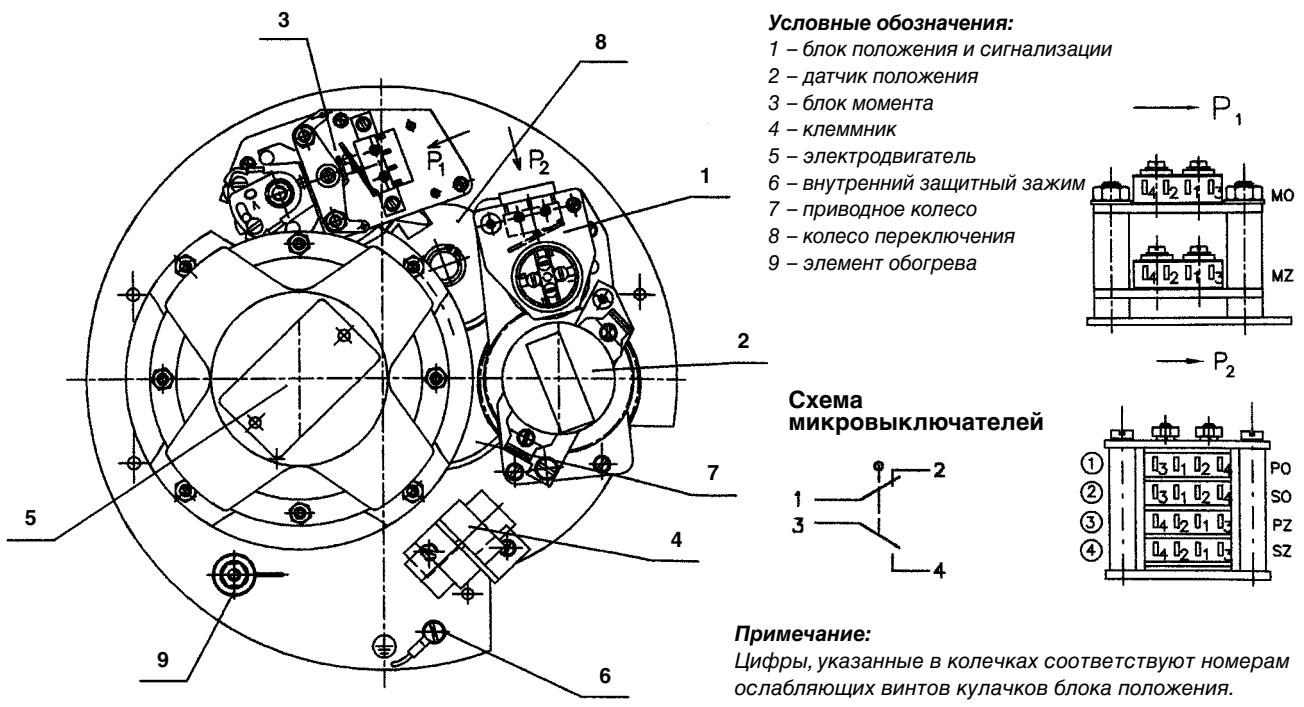

Рис. 1 - Плата управления
- **часть управления** – обеспечивает отдельные рабочие функции электропривода, как выключение в зависимости от момента, выключение в зависимости от положения, сигнализация и дистанционная передача информации положения. Она состоит из следующих механических узлов (блоков), расположенных на плате управления в соответствии с рис. 1 – блок положения и сигнализации 1, датчик положения 2, блок момента 3, клеммник 4 и элемент обогрева 9. Блок положения и сигнализации оснащен четырьмя микровыключателями по два микровыключателя на каждое направление вращения выходного вала. Точка срабатывания каждого микровыключателя устанавливается самостоятельно в пределах рабочего хода электродвигателя. Блок момента оснащен самостоятельно устанавливаемыми микровыключателями – по одному для каждого направления вращения.